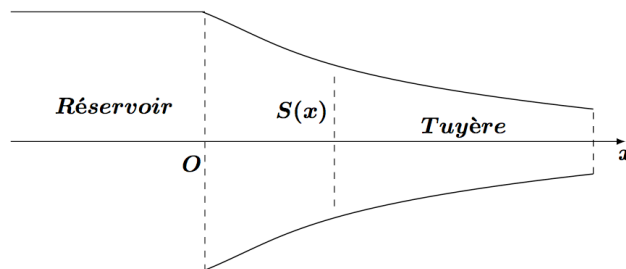

Figure 4
- 2.4.** Le réservoir de stockage est muni d'une soupape de sécurité qui permettrait d'évacuer la totalité du débit d'ammoniac produit dans le réacteur, en cas d'incident. On assimile cette soupape de sécurité à une tuyère convergente. On suppose, pour simplifier, que l'écoulement de l'ammoniac gazeux dans la tuyère est unidimensionnel, permanent et isentropique (figure 4).